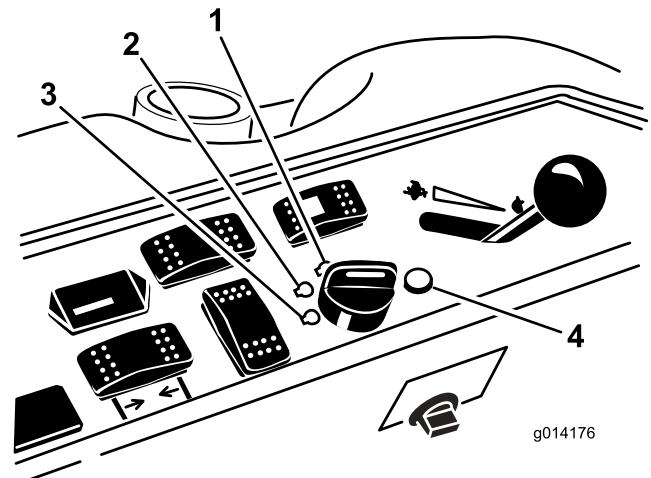

Figure 14
6. Tournez la clé dans le sens horaire en position de marche (Figure 14).
3. Tournez la clé de contact à la position contact coupé (Figure 14). Attendez l'arrêt de toutes les pièces en mouvement avant de quitter la position de conduite.